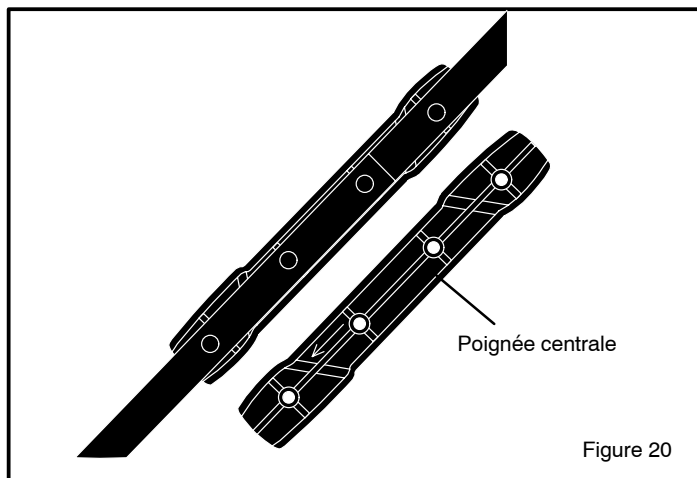

Figure 20
6. Placer la poignée centrale droite sur le manche en pointant la flèche (à l'intérieur de la poignée) vers le bas en direction du corps de la pelle, en alignant les trous de la poignée et ceux du tube. Presser la poignée fermement jusqu'à ce qu'elle s'emboîte. Figure 20